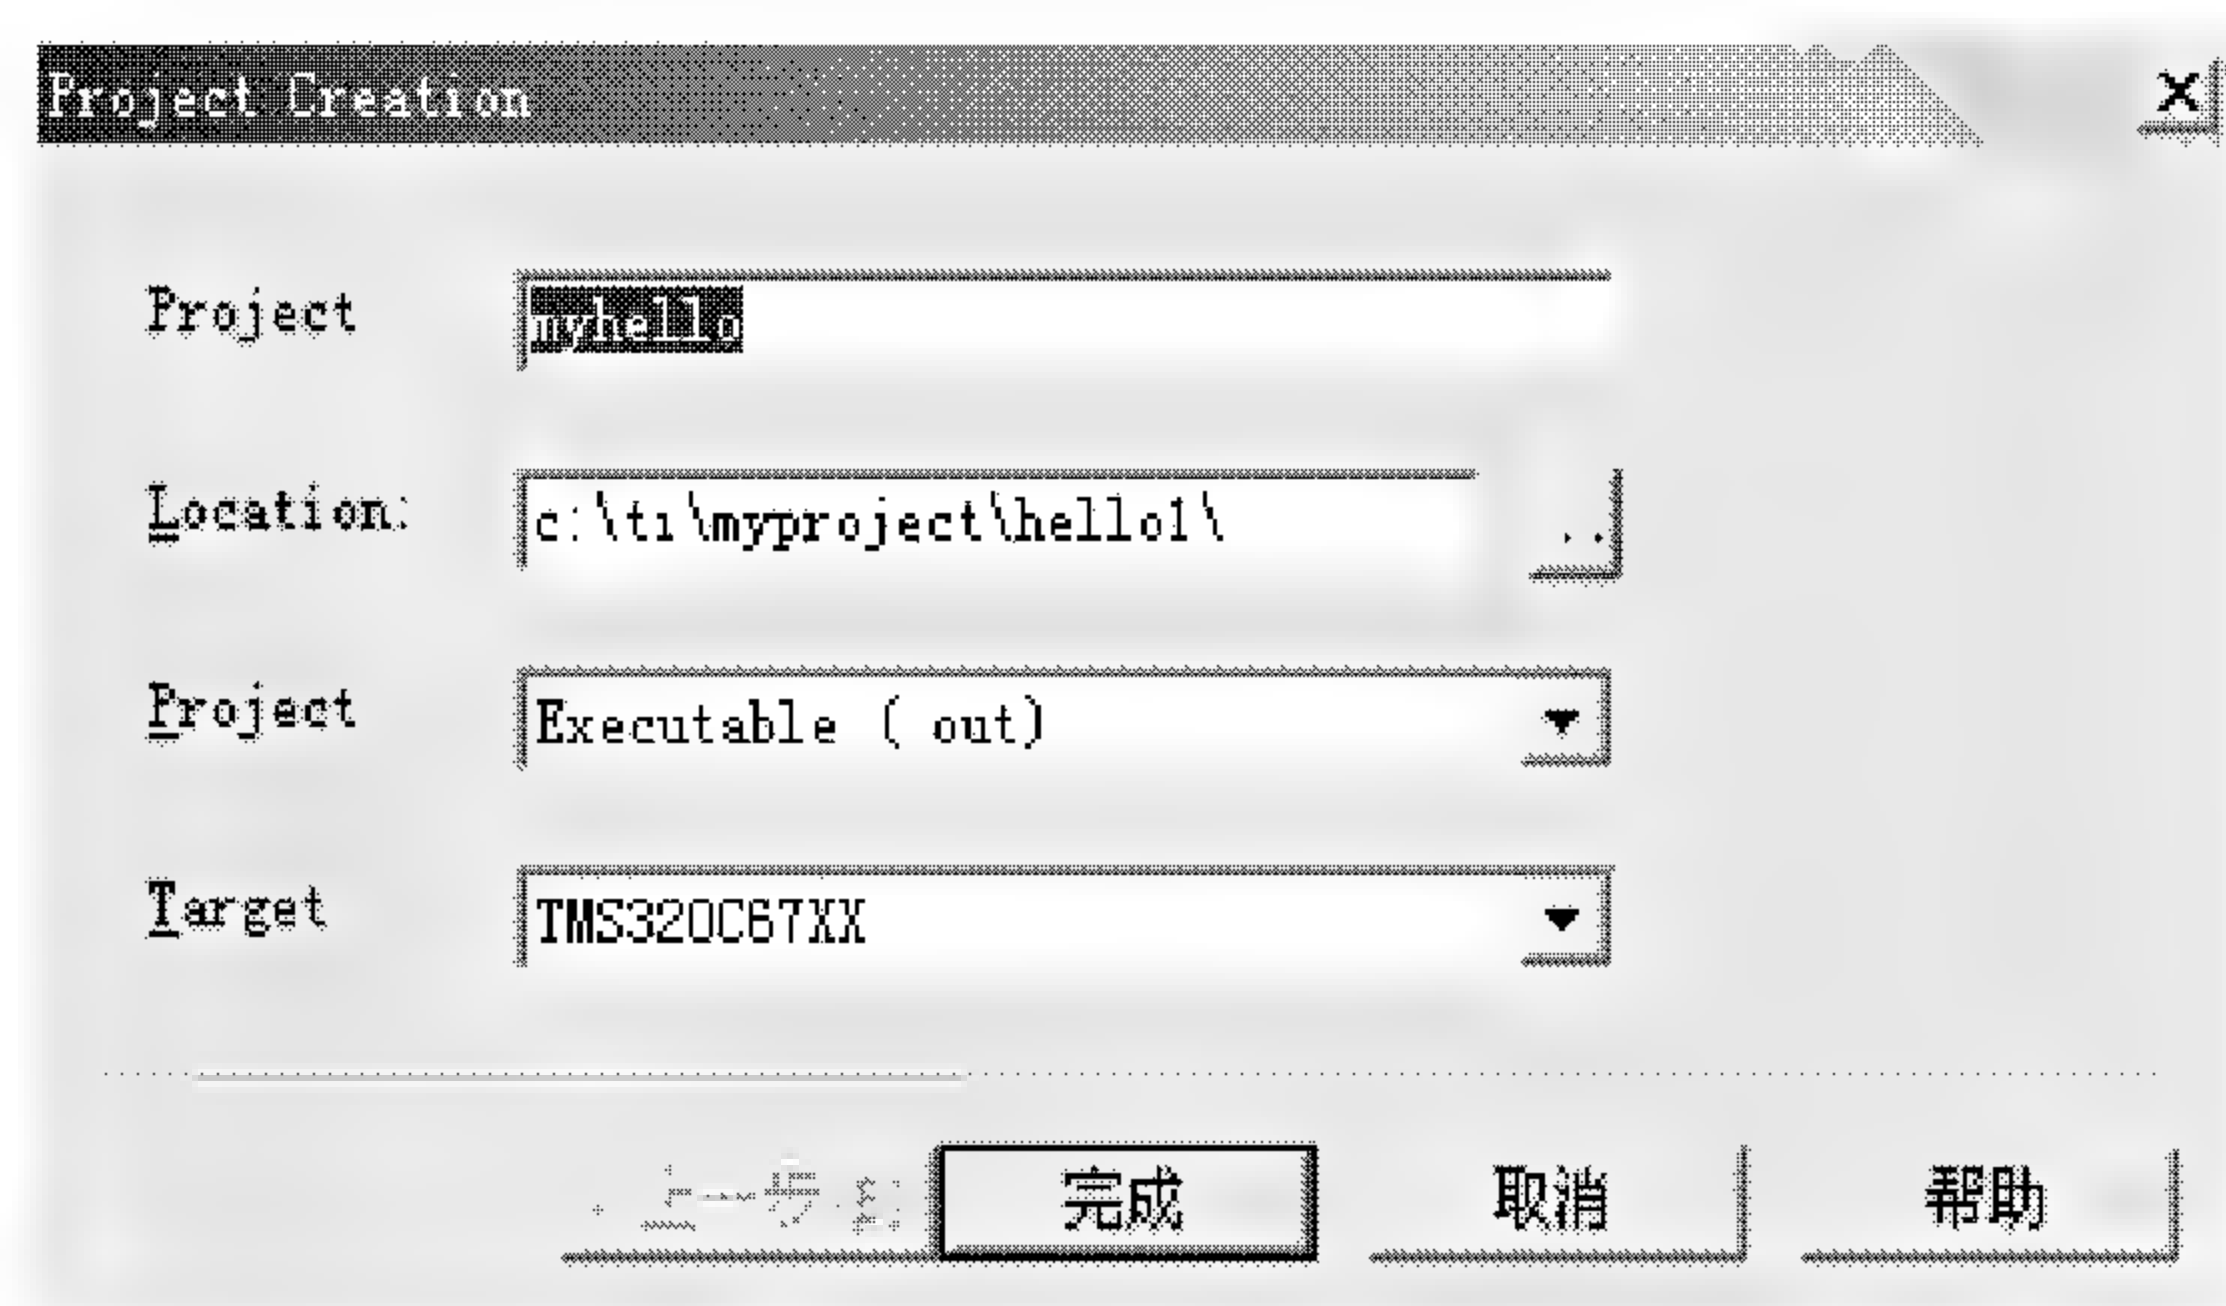

图 3.8 Project Creation 对话框
(1) 选择(CCS IDE 界面)Project → New，打开 Project Creation 对话框，如图 3.8 所示。